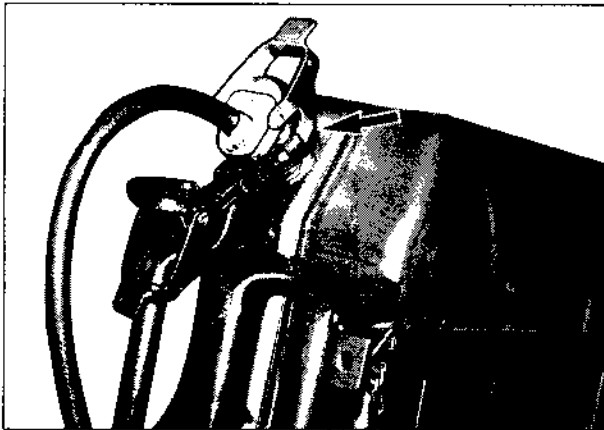

Bild 65
5. Kraftstoffansauggerät in den Kanister einführen und mit Verschluss (Bild 65/Pfeil) befestigen.